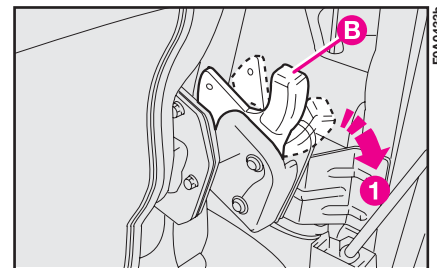

fig. 127
– sganciare la leva destra di bloccaggio **B**-fig. 127 portandola nella posizione **I** (posizione "leva aperta"); eseguire la stessa operazione per la leva sul lato sinistro, quindi abbassare lo schienale e ribaltare tutto il sedile in avanti. La manovra viene facilitata da due molle. Accertarsi che il sedile sia completamente ribaltato.
– verificare che le leve di aggancio dello schienale, sia destra che sinistra, **B-fig. 127** siano in posizione **I** (aperta); in caso contrario portare entrambe le leve nella posizione **I**;